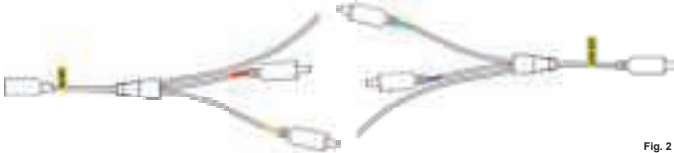

Fig. 2
3. Assurez-vous que le câble du capteur est correctement positionné derrière l'escalier. Le câble comporte trois connecteurs à chaque extrémité le connecteur portant l'inscription "AD IN" (voir fig. 2) est relié à l'alimentation électrique, le connecteur marqué "LED OUT" est connecté à la ligne/câble principal (avec des connecteurs en T). En fonction de l'emplacement de l'alimentation électrique (en bas ou en haut de l'escalier), le câble du capteur doit être posé dans le sens où les connexions correspondent aux étiquettes.